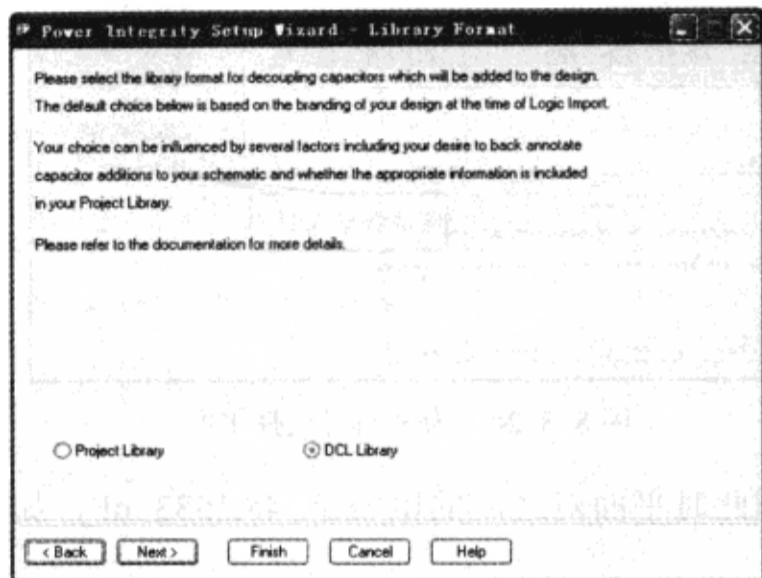

图 8-8-27 电容器库格式设置对话框
(1) 在“Power Integrity Setup Wizard-Power Pair Setup”对话框中单击“Next”按钮，弹出“Power Integrity Setup Wizard-Library Format”对话框，如图 8-8-27 所示。
(2) 在“Library Format”对话框中选中“DCL Library”，单击“Next”按钮，弹出
“Library Setup”对话框,如图8-8-27所示。